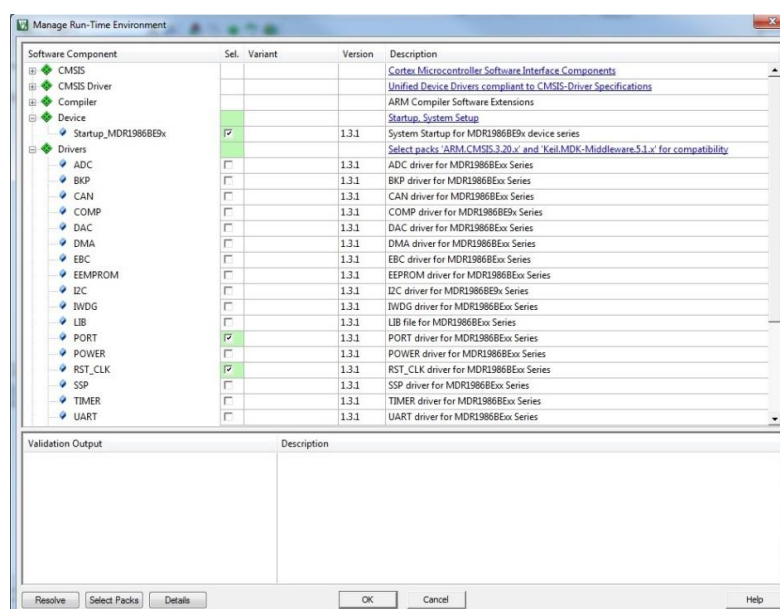

Рисунок 1.3 - Подключение библиотек
4. Следующий этап - выбор библиотек. В появившемся окне Manage Run-Time Environment (рисунок 1.3) требуется выбрать необходимые библиотеки.